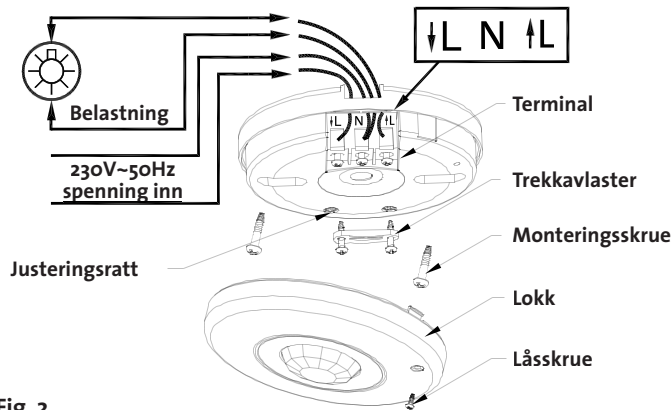

Fig. 2
5. Koble kabel til terminal, og fest kabel i trekkavlaster (se fig.2).